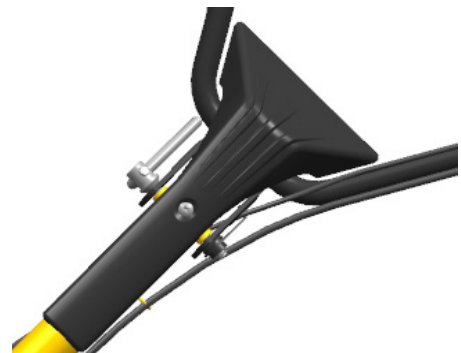

Figure 5
- Desserrez le dispositif de réglage du guidon et sélectionnez le trou dans la position appropriée. Réglez la barre transversale du guidon à la hauteur de la taille de l'opérateur, puis tournez le dispositif de réglage pour le bloquer (voir fig. 5)